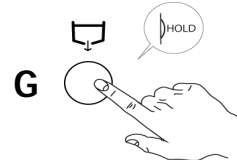

Abb. 42
- Wasser abfließen - gedrückt. (Abb.42)